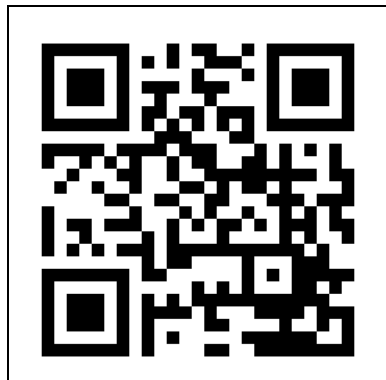

Abbildung 12
1. Öffnen Sie das Eurom Smart App-Handbuch mit dem QR-Code (Abbildung 12) oder gehen Sie zu www.eurom.nl/nl/manuals.